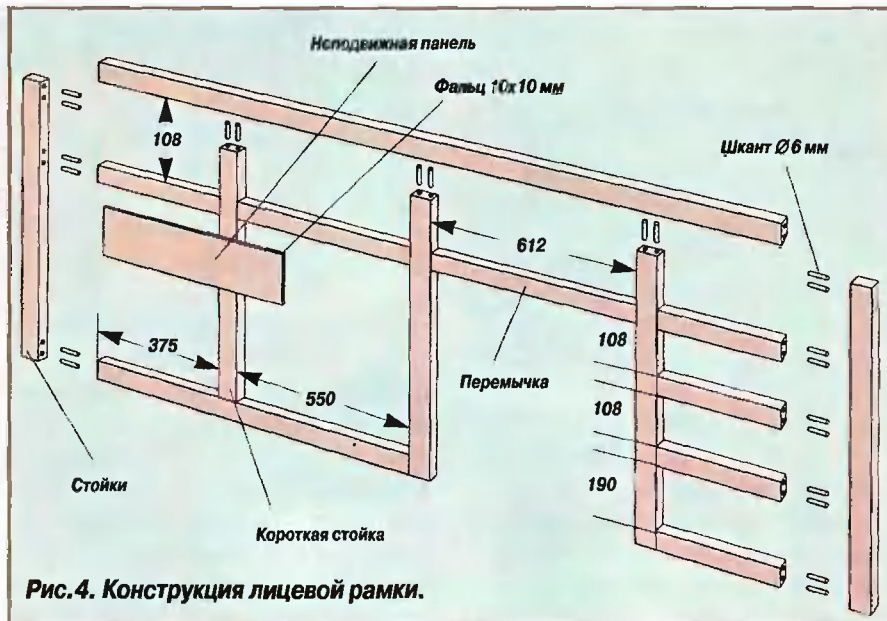

Рис.4. Конструкция лицевой рамки.
2. Собирают лицевую рамку на клею, а каждый стык усиливают двумя шкантами (рис. 4).